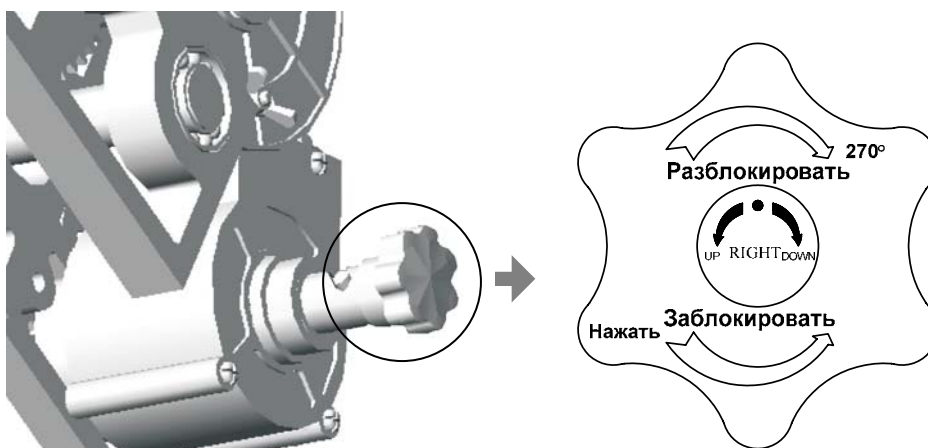

Рис. 4. Ручная разблокировка шлагбаума
Для разблокировки шлагбаума используется рукоятка (Рис. 4). Для выполнения разблокировки необходимо повернуть рукоятку по часовой стрелке до упора ($\sim 270^\circ$), после чего возможно открытие (UP) и закрытие (DOWN) стрелы руками. Чтобы вернуть привод в заблокированное состояние необходимо нажать и повернуть рукоятку против часовой стрелки до упора, после чего открытие и закрытие осуществляется шлагбаумом.